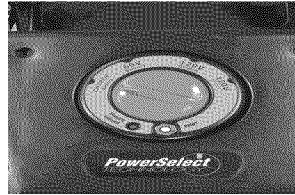

Figura 15- Disco de selección de potencia
1. Localice el disco de selección de potencia en la cubierta superior en el sitio de controles (vea la Figura 15).